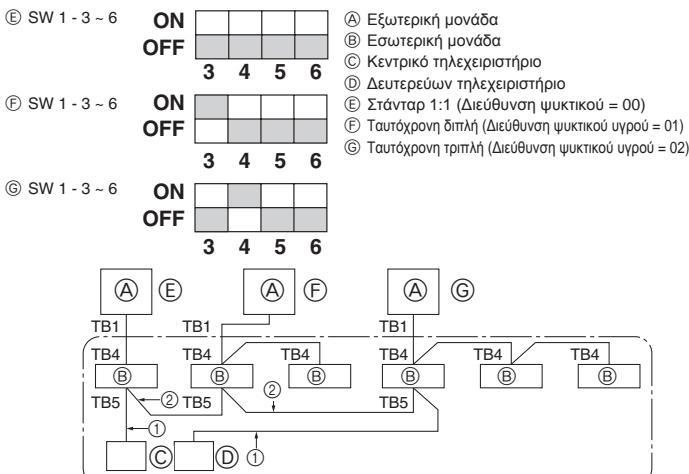

Fig. 9-1
- ① Τροφοδοτήστε με ρεύμα το κλιματιστικό (διακόπτης κυκλώματος).
- ② Αφού κλείστε την αναστατωτική βαλβίδα της γραμμής αερίου, γυρίστε το διακόπτη SWP στον πίνακα ελέγχου της εξωτερικής μονάδας στη θέση ON. Ο συμπιεστής (εξωτερική μονάδα) και οι ανεμιστήρες (εσωτερική και εξωτερική μονάδα) αρχίζουν να λειτουργούν και η εκκένωση του ψυκτικού αρχίζει. Οι λυχνίες LED1 και LED2 στον πίνακα ελέγχου της εξωτερικής μονάδας είναι αναμμένες.
9. Έλεγχος συστήματος (Fig. 9-1)